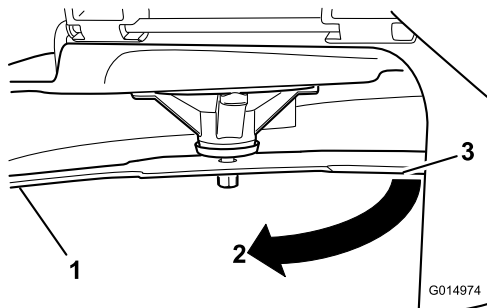

Figura 104
4. Gire la misma cuchilla 180 grados de manera que el otro extremo esté en la misma posición (Figura 104).